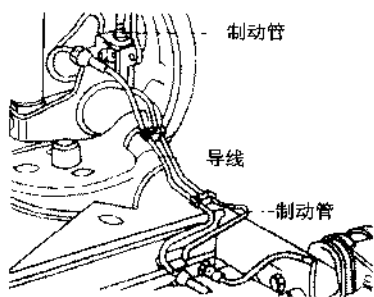

图 7.40 转速传感器导线布置在制动管两侧
- ⑤ 装上转速传感器夹。
- ⑥ 布置转速传感器导线时, 注意如下几点。
- 如图 7.40 所示, 转速传感器导线应布置在制动管的两侧。